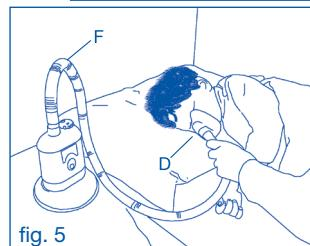

fig. 5
- 5.** Pour administrer la dose de médicament au patient lorsqu'il est couché (fig. 5), utiliser le tuyau de rallonge (F) en raccordant une extrémité au masque (D) ou (E) et l'autre extrémité à l'appareil, adéquatement positionné sur le support de table prévu à cet effet (I).